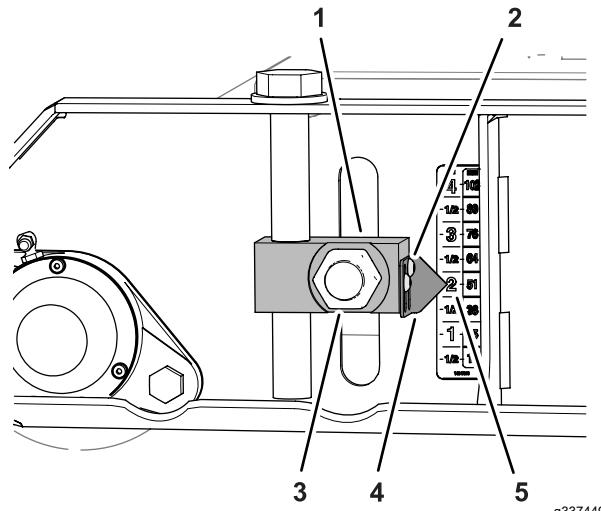

Figura 82
3. Afloje los 2 tornillos allen que sujetan el puntero al bloque del ajustador de altura de corte, alinee el puntero con la marca de 51 mm (2") de la pegatina, y apriete los tornillos (Figura 82).
- 7. Apriete las 4 tuercas que sujetan los 4 ajustadores de altura de corte (Figura 82 y Figura 84) en los rodillos delantero y trasero a 322 – 396 N·m (238 – 292 pies-libra).